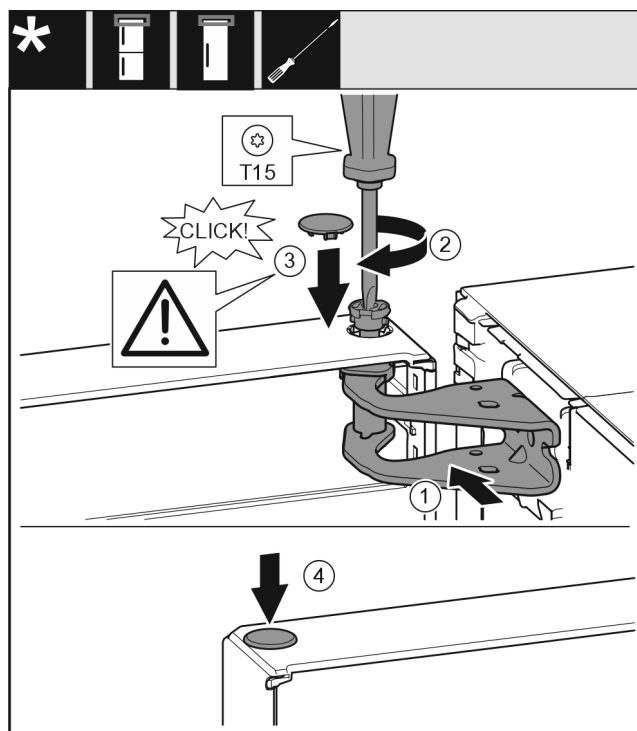

Fig. 19
- Allineare la porta in alto all'apertura nel blocco di supporto. Fig. 19 (1)
- Inserire i perni e serrare con il cacciavite T15. Fig. 19 (2)
- Montare la copertura di protezione della porta: inserire la copertura di protezione e controllare se appoggia sulla porta. Altrimenti inserire completamente il perno. Fig. 19 (3)
- Inserire i tappi. Fig. 19 (4)